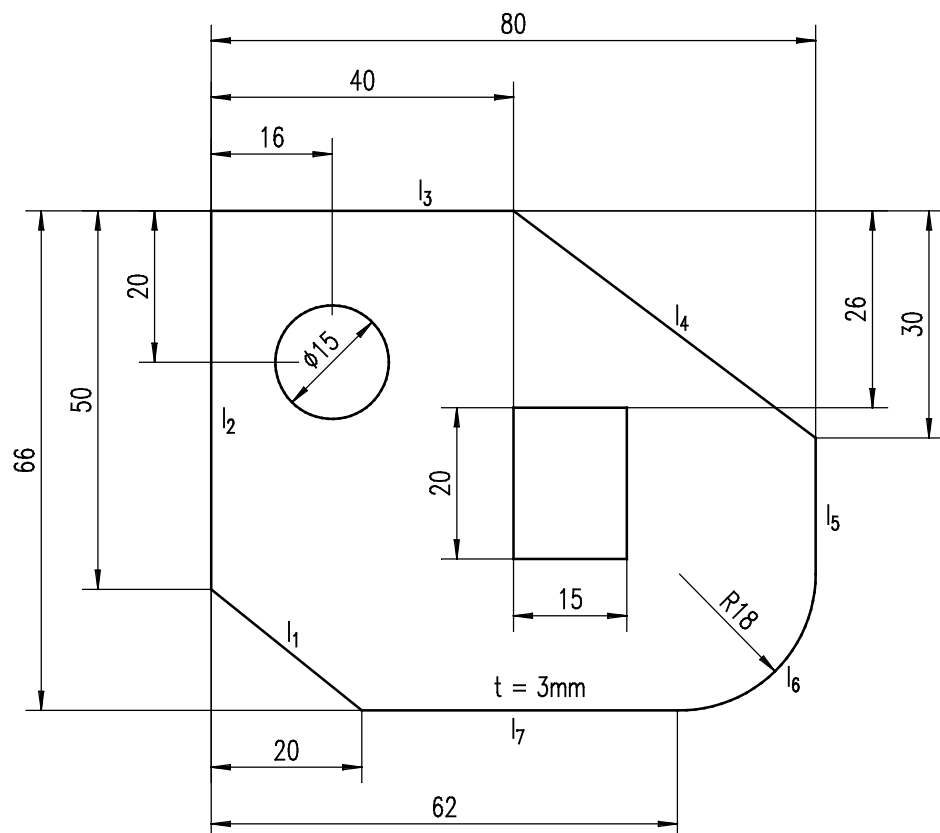

Abbildung 23 Stanzteil
Geschnitten werden soll ein Teil (vgl. Abbildung 23) jeweils aus einer bereits vorhandenen rechteckigen Platte mit den Maßen 90 mm x 75 mm.
- Der Technologe der Firma soll entscheiden, ob das in Abbildung 23 skizzierte Teil als Auftrag angenommen werden kann, ohne dass eine neue Maschine dafür angeschafft werden muss.